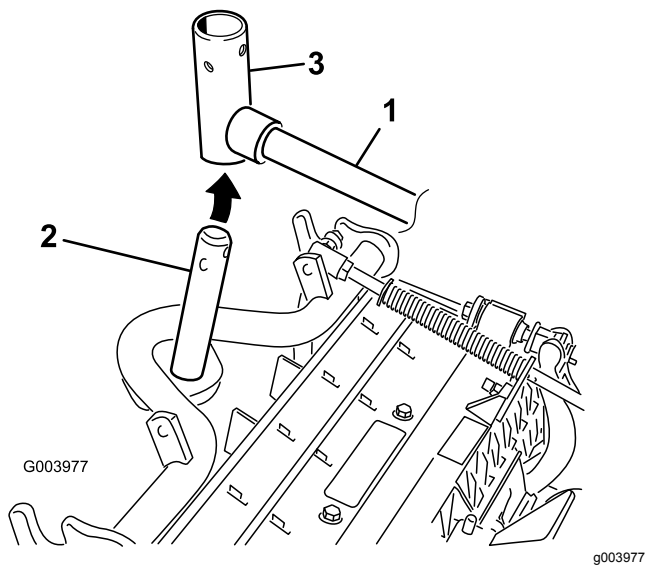

Figura 8
7. Nas unidades de corte dianteiras, faça deslizar uma unidade de corte sob o braço de elevação enquanto insere o veio da estrutura de suporte para cima para dentro da forquilha da articulação do braço de elevação (**Figura 8**).
- B. Insira a forquilha do braço de elevação no veio da estrutura de suporte (Figura 8).